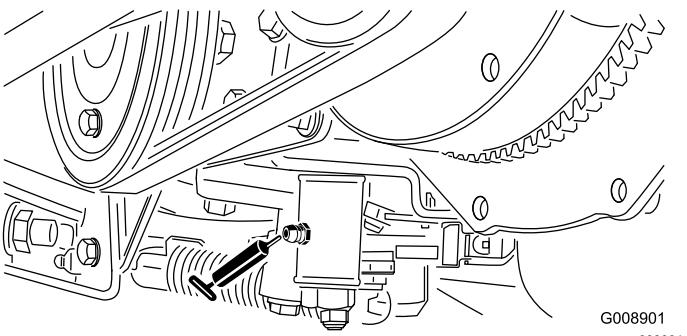

**Рисунок 65**
- Гидроцилиндр поворота и подъема правого переднего подъемного рычага (2 штуцера – Рисунок 65)